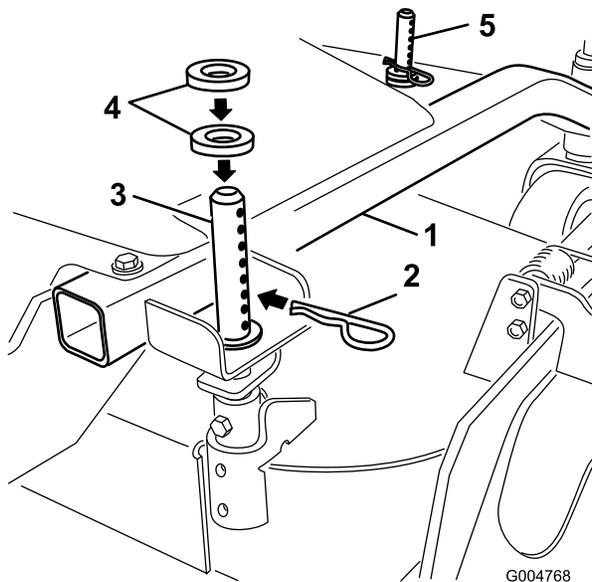

Figura 12
1. Seleccione el taladro en el pilar de ajuste de altura de corte y la cantidad de espaciadores correspondiente a la altura de corte deseada (Figura 12).
2. Con la ayuda del manillar de elevación, levante el lateral de la carcasa y retire el pasador de horquilla (Figura 12).
3. Agregue espaciadores o quítelos de ser necesario y luego alinee los taladros e introduzca el pasador de horquilla (Figura 12).